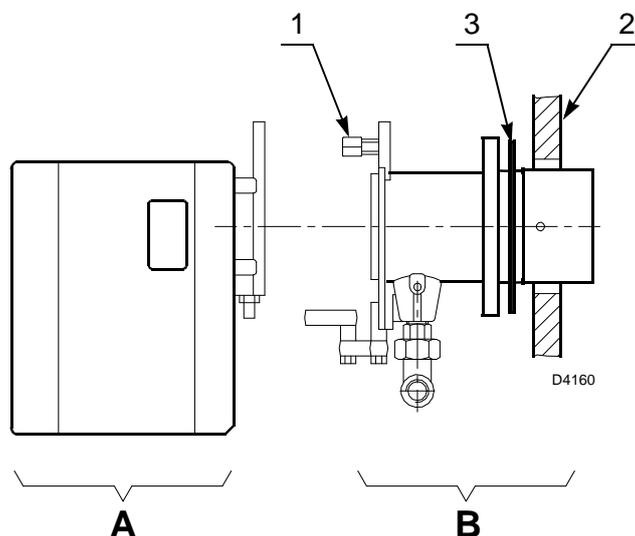

Abb. 10
- Den Flammkopf vom Brenner ausbauen, dazu die Mutter (1) abnehmen und die Gruppe A) herausziehen (Abb. 10).
- Die Gruppe B) (Abb. 10) an die Heizkesselplatte (2) befestigen und die beiliegende Isolierdichtung (3) einfügen.